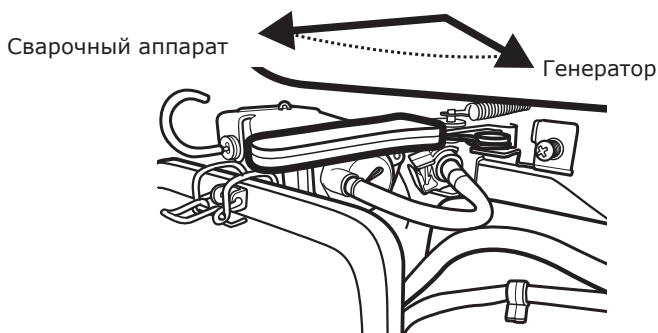

Рис. 20
ВНИМАНИЕ! Для увеличения срока службы сварочного генератора рекомендуется запуск двигателя производить в режиме генератора. На рис. 20 указан переключатель режимов для моделей УГСБ-2000/100 и УГСБ-4000/190, УГСБ-4500Т/220.
ВНИМАНИЕ! Одновременное использование генераторной установки для выработки переменного тока и постоянного тока для сварочных работ ЗАПРЕЩЕНО! Для выбора режимов работы установок УГСБ-2000/100, УГСБ-4000/190, УГСБ-4500Т/220 предусмотрен переключатель, расположенный рядом с воздушным фильтром (рис. 20). В моделях УГСБ-2800/120И, УГСБ-4000/200И переключатель находится на панели управления (рис. 5).
3. Переведите переключатель режимов в положение «Сварочный аппарат» (рис. 20, стр. 29).